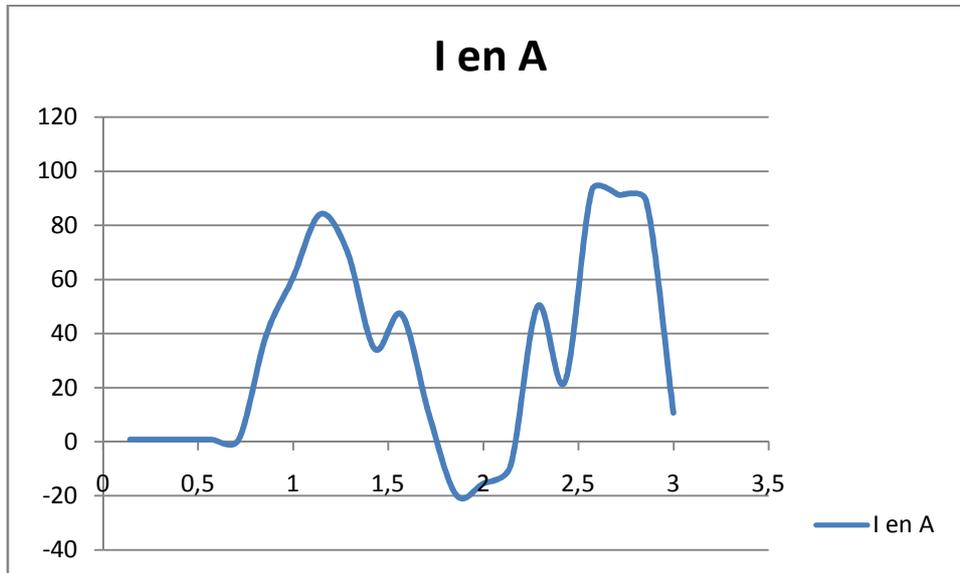

Figure 5
- 1.4.2. Noter la valeur du courant consommé par le moteur lors des essais sur route à l'aide de la figure 5.